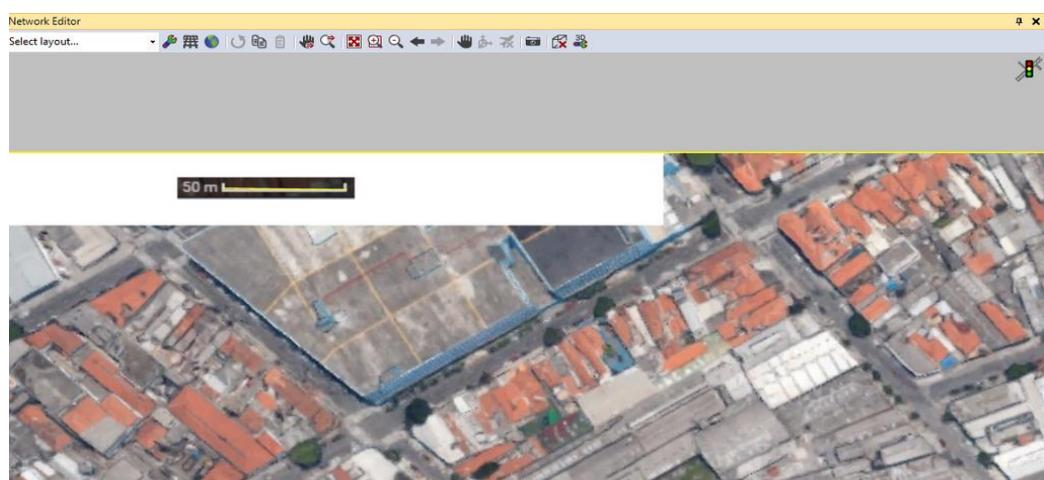

Figura 04
9. Ajuste da escala: aperte o botão direito sobre a imagem e selecione a opção **Set Scale**. Aparecerá um cursor em cruz, o qual deve ser posicionado na origem da escala da foto e arrastado até o seu final (Figura 04). Após feita essa medida, informe a distância de 50 metros para a janela aberta. Clique OK.